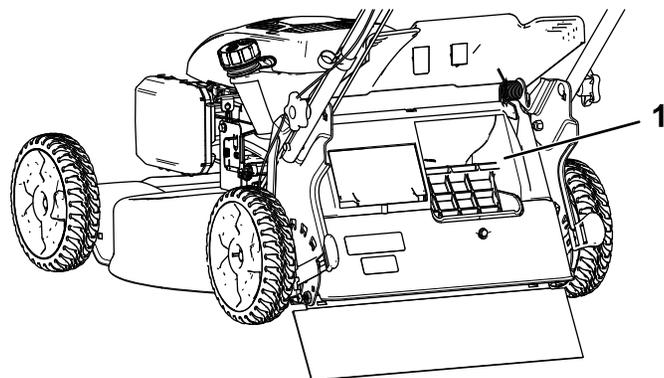

Figure 25
**Important:** Pour que le ramassage s'effectue correctement, coupez le moteur, attendez l'arrêt de toutes les pièces mobiles et enlevez les déchets d'herbe ou autres qui se trouvent sur le volet de ramassage sur demande et l'ouverture (Figure 25) avant de changer la position du levier de ramassage sur demande.